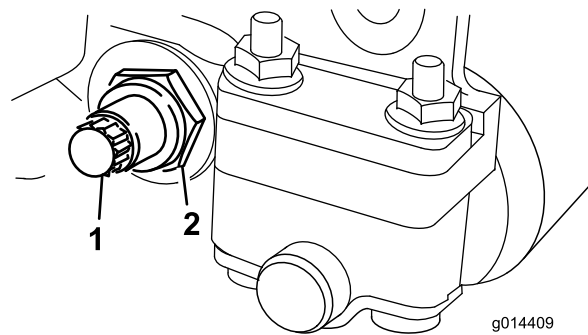

Bild 21
3. Lösen Sie an jeder Seite der Maschine die Sicherungsmutter, mit der die Schraube des Untermesserträgers befestigt ist (Bild 21).
4. Nehmen Sie jede Schraube des Untermesserträgers ab, damit der Untermesserträger nach unten gezogen und von der Schneideinheit entfernt werden kann (Bild 21).